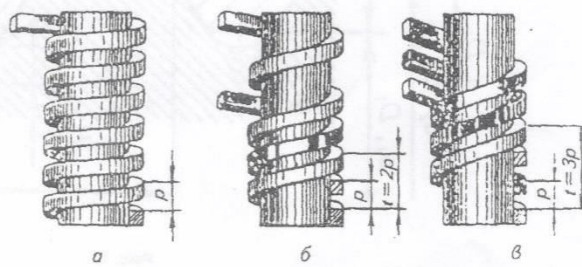

Рис. 6
6. За числом заходів різи поділяють на однозахідні (рис. 6,а) та багатозахідні: дво- (рис. 6,б), тризахідні (рис. 6,в) і т.д.
Крок різи P — відстань між сусідніми однойменними бічними сторонами профілю в напрямку, паралельному осі різи (рис. 6).
Хід різи t — відстань між найближчими однойменними бічними сторонами профілю, які належать одній і тій же гвинтовій поверхні, в напрямку, паралельному осі різи (рис. 6). Хід різи — величина відносного осьового переміщення гвинта (гайки) за один оберт.